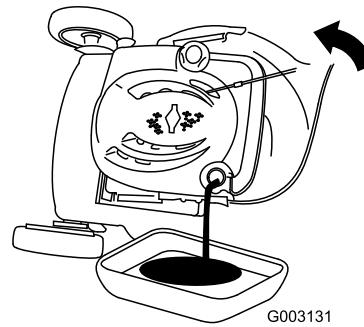

Figure 35
- Basculez la machine sur le côté, tube de remplissage en bas, pour vidanger l'huile usagée dans le bac de vidange par le tube de remplissage (Figure 35).